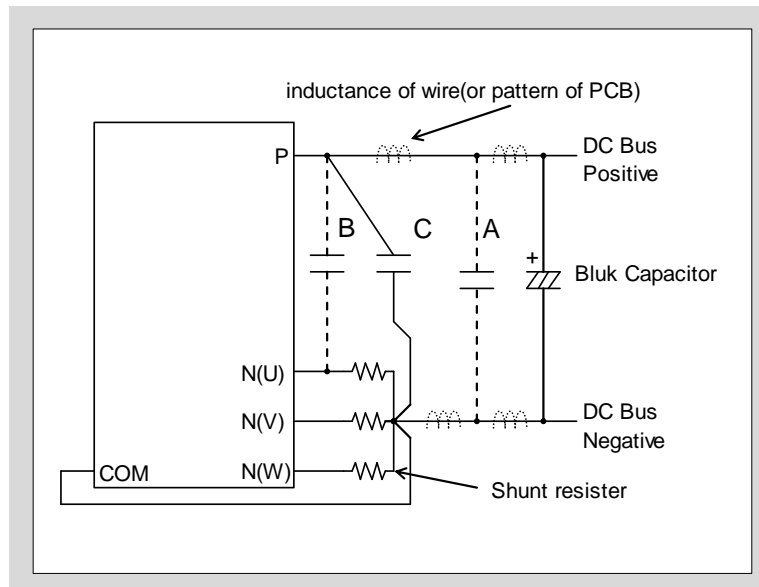

図4-1 シャント抵抗とスナバコンデンサの推奨配線
- 一般的には”C”箇所接続します。図4-1の”A”箇所接続すると、配線のインダクタンスを無視できないため、サージ電圧を効果的に抑制することができません。スナバコンデンサを”B”箇所接続すると、スナバコンデンサに流れる充放電電流はシャント抵抗にも流れます。これは、電流検出信号に影響を与えるため、過電流保護レベルが設計値よりも低くなります。”B”箇所のサージ電圧抑制効果は、”A”または”C”箇所より優れていますが、電流検出精度を考慮すると”C”箇所の方が優れています。